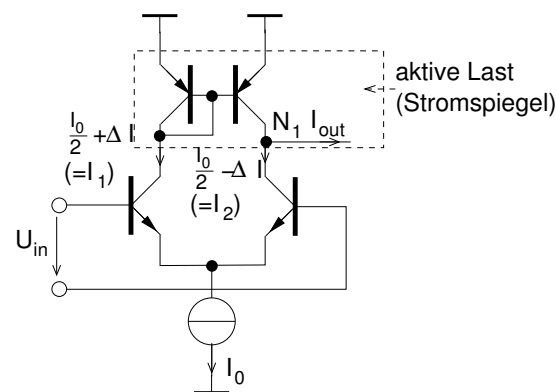
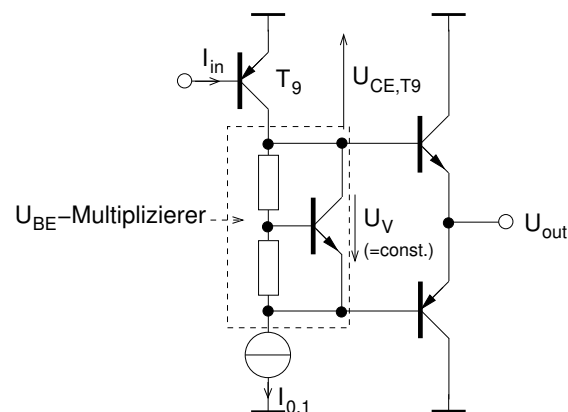

Abb. 3.7: Differenzverstärker mit einer aktiven Last, durch die der Ausgangsstrom ΔI einer Seite verdoppelt wird.
Abb. 3.8: Endstufe mit Vorspannungserzeugung (vgl. Abb. 3.9 und PNP-Schaltung am Ausgang des Differenzverstärkers zur Wandlung von Strom- in Spannungssignal.
Die aktive Last arbeitet wie ein Stromspiegel. Wenn sich aufgrund einer Differenzspannung am Eingang der Strom zwischen den Zweigen um den Wert ΔI um dem Ruhewert $\frac{I_0}{2}$ verschiebt, ändert sich der Ausgangsstrom um den doppelten Wert $2\Delta I$. Dies ergibt sich durch einfache Anwendung der Kirchhoffschen Knotenregel (Summe aller Ströme in einem Knoten) am Knoten N_1 in Abb. 3.7.
Die gesamte Treiberstufe stellt einen sogenannten AB-Verstärker dar. Dieser besteht aus einer Vorspannungserzeugung und der eigentlichen Gegentaktendstufe. Der Ausgangsstrom der Differenzstufe wird mit Hilfe des PNP-Transistors T_9 (vgl. Abb. 3.8) in ein Spannungssignal umgesetzt. Je nach Höhe des Eingangssignals I_{in} ($=$ Ausgangsstrom I_{out} in Abb. 3.7) ändert sich der Ausgangsstrom von T_9 und erzeugt in Verbindung mit dem konstanten Arbeitspunktstrom I_0 (Abb. 3.7) einen von der Signalamplitude abhängige Spannungsänderung U_{CE,T_9} am Transistor T_9 .
- Zeigen Sie mit Hilfe von Abb. 3.7 dass der Ausgangsstrom am Knoten N_1 mit aktiver Last stets verdoppelt wird.